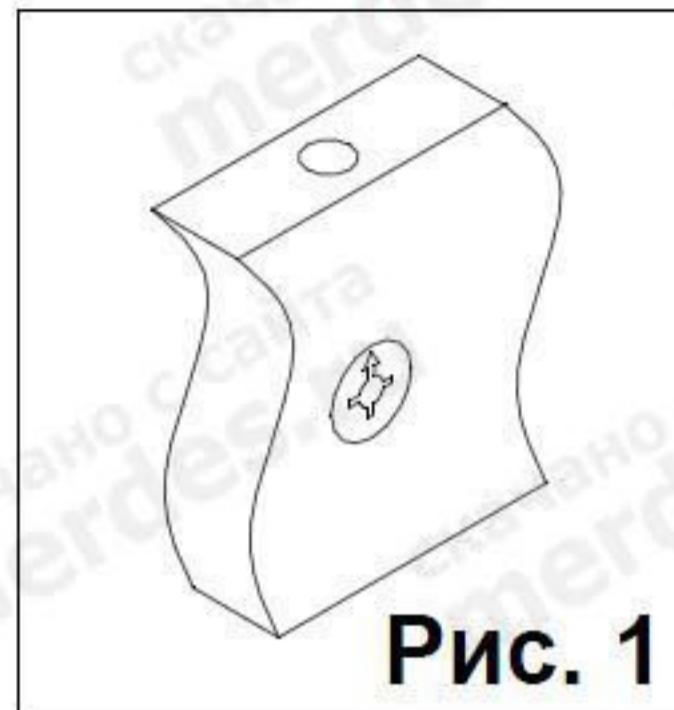
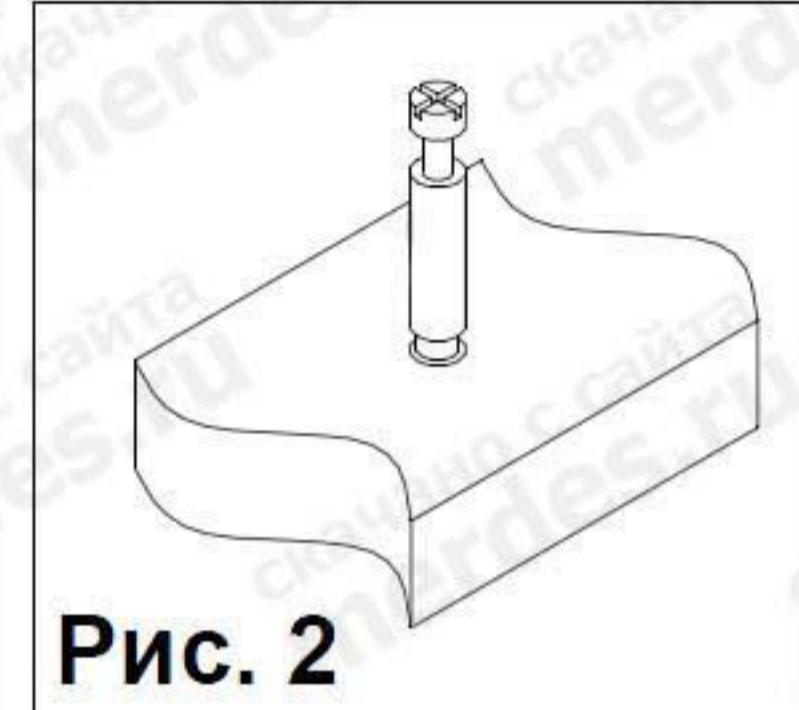

Рис. 1
Рис. 2
5. Закрутить в пластиковую муфту расположенную на лицевой стороне полки 22 дюбель стяжки-растекс (4) (см. рис. 2). Соединить детали 23 и 13 с полкой 22. Надеть на
выступающие части шкантов (9) стенку заднюю 13 и 24. Далее перевернуть полку верхнюю 25 нижней стороной вверх (на нижней стороне этой детали имеются пластиковые муфты), и закрутить в муфты дюбеля стяжек-растекс (4) (см. рис.2). Забить шканты (1) в соответствующие торцевые отверстия деталей 12, 13, 23, 24. Перевернуть полку 25 и соединить ее с каркасом стола. Фиксацию стяжек-растекс произвести путем поворота их по часовой стрелки. После этого прикрутить петли (21) к дверям 20 и 21. Установить двери, для чего вставить петли закрученные в дверях 20 и 21 в ответные планки петель (21) закрученные на стойках 18 и 17. Произвести фиксацию петель при помощи стопорного винта находящегося на ответной планки петли. При необходимости произвести регулировку петли с помощью регулировочного винта. далее установить ручки (12) к фасадам дверей и вставить в отверстия обозначенные "M" ограничители (17). Они будут служить ограничителем закрывания дверей 20 и 21.
Взять стенку заднюю выдвижного ящика 28 и забить в соответствующие отверстия шканты (1). Соединить боковины ящика 26 и 27 с задней стенкой 28. Фиксацию производить при помощи евровинтов (6). Далее положить каркас ящика на заднюю стенку 28 и забить шканты (1) в соответствующие торцевые отверстия на боковинах ящика 26 и 27, и вставить стяжки растекс (19) (см.рис.1). После этого вставить дно ящика 30 в пазы на каркасе ящика, таким образом, чтобы дно ящика 30 вошло в паз на стенке задней ящика 28. Далее закрутить в переднюю панель ящика 29 в имеющиеся муфты дюбеля стяжек-растекс (4). Соединить переднюю панель ящика 29 с каркасом . Фиксацию произвести путем поворота стяжки (19) по часовой стрелки. После этого положить ящик дном вверх и прикрутить ответные планки направляющих (7) к боковинам ящика 26 и 27 при помощи саморезов (5). Далее к передней панели 29 прикрепить ручку (12) . Аналогичным образом собрать остальные ящики. В переднюю панель ящика имеющего отверстие диаметром 20 мм вставить замок (23) со стороны паза , а с передней стороны панели вставить в это отверстие стопорное кольцо замка (23). Фиксацию замка произвести при помощи саморезов (5)..Этот ящик устанавливается верхнее положение тумбы.Задвинуть ящик и пометить положение начала передней панели относительно низа полки 5. Отметить 25 мм и закрепить запорную планку замка напротив расположение замка (23) при помощи саморезов (5).
в соответствующие торцевые отверстия боковин 1 и 2. Вставить стяжки-растекс (3) в отверстия диаметром 15 мм расположенные на деталях 1 и 2 (см. рис. 1). Перевернуть полку 5 нижней стороной вверх (на нижней стороне этой детали имеются пластиковые муфты), и закрутить в муфты дюбеля стяжек-растекс (4) (см. рис. 2).
Затем вставить заглушку (16) в отверстие диаметром 60 мм расположеноное на полке 5. После этого забить шканты (1) в два торцевых отверстия стойки 6 и соединить стойку 6 с полкой 5. Вставить стяжки-растекс в отверстия диаметром 15 мм расположенные с внутренней стороне боковины 7 (см. рис.1).
2. Перевернуть столешницу 8 нижней стороной вверх и прикрутить опоры (15) саморезами (20). Закрутить в пластиковые муфты дюбеля стяжек-растекс (3)
(см. рис.2) Перевернуть столешницу и соединить ее с каркасом стола. Крепление произвести при помощи стяжек-растекс (3) и шкантов (1). Фиксацию стяжек-растекс (3) произвести путем поворота их по часовой стрелке.
Далее соединить стойку 9 с полкой 5 при помощи шкантов (1), а со столешницей 8 при помощи евровинтов (2). Затем забить шканты (1) в два торцевых отверстия стойки задней 11 и соединить ее с полкой 5. Следует учесть, что при правильной установке не кромленный торец должен быть обращен в сторону стойки 9. После этого закрутить дюбеля стяжек-растекс (4) в пластиковые муфты полки 10 (см. рис.2), и забив шкант (1) в соответствующее торцевое отверстие стойки 9 соединить полку 10 с деталями 9 и 11 при помощи стяжек-растекс (3) и шкантов (9). Шканты (9) следует забить так, чтобы выступающая часть шканта составила примерно 20 мм. Далее к полке 10
4. Закрутить дюбеля стяжек-растекс (4) (см. рис.2) в пластиковые муфты полки 16 и соединить ее с деталями 12, 13, 14, 15. Крепление произвести при помощи стяжек-растекс (3), шкантов (9) и (2) и евровинтов (2).